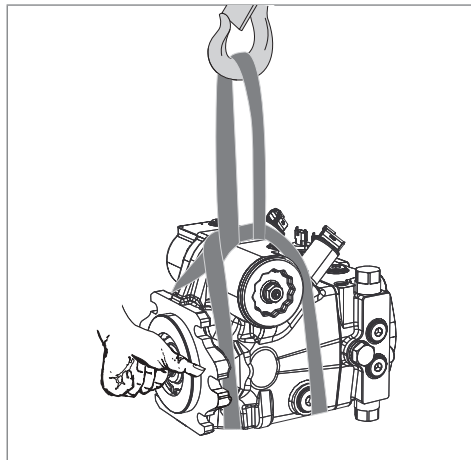

Fig. 4 : Transport avec une élingue
- ▶ Placer l'élingue autour de l'unité à pistons axiaux de façon à ce qu'elle ne passe pas sur les pièces rapportées (p. ex. valves, tuyauterie), et que l'unité à pistons axiaux ne soit pas suspendue par les pièces rapportées (voir Fig. 4).